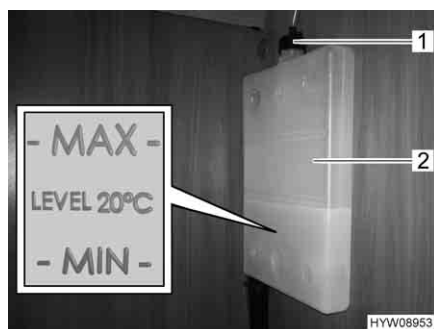

Fig. 164 Vaso d'espansione del riscaldamento ad acqua calda (armadio guardaroba)
- Controllare se il livello del liquido nel vaso d'espansione (Fig. 164,2) è tra le righe del "MIN" e del "MAX".
- Aprire il coperchio (Fig. 164,1) del vaso di espansione.